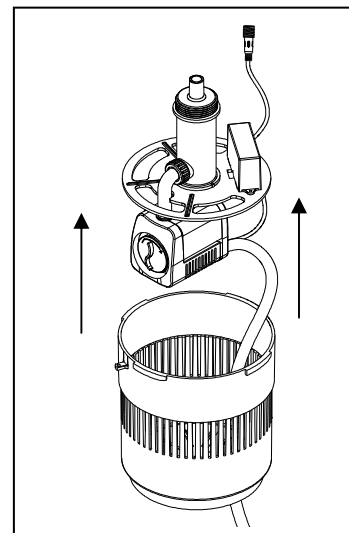

Fig. 10
5. Levante el ensamblaje de bomba y la luz UV de la fuente. NOTA: Para extraer el la luz UV de la cesta de flotación, el principal cable de alimentación debe ser alimentado arriba por el fondo de la canasta de flotación. Fig. 10